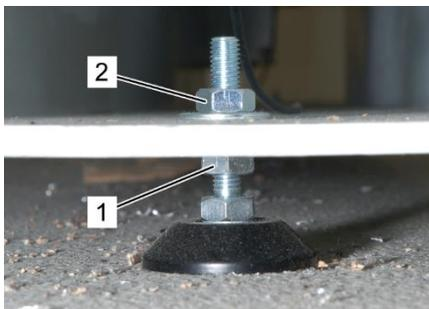

Abb. 24: Verstellbarer Fuß
1. Kontermutter (Abb. 24/2) mit einem Gabelschlüssel der Schlüsselweite 17 mm lösen.
2. Verstellerschraube (Abb. 24/1) mit einem Gabelschlüssel der Schlüsselweite 17 mm
4. Nach Fertigstellung der Ausrichtung Kontermutter (Abb. 24/2) mit einem Gabelschlüssel der Schlüsselweite 17 mm festziehen.